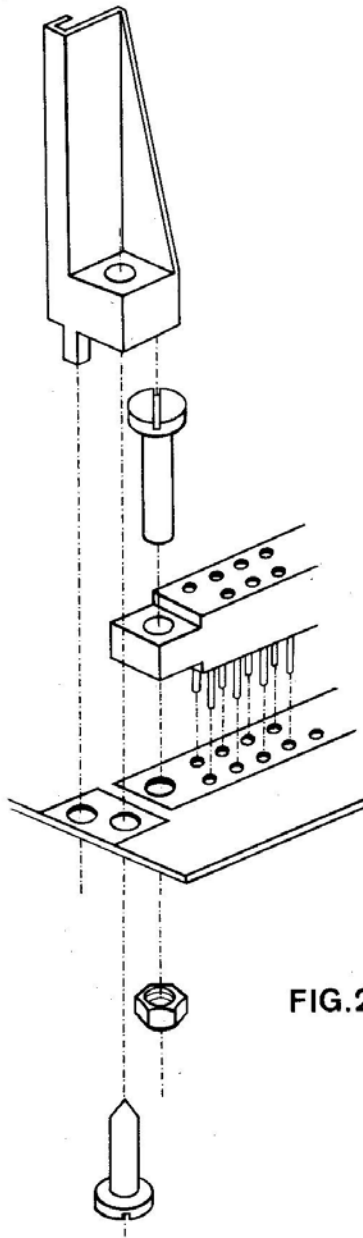

FIG.2
- montiere der weiblichen verbinder auf dem Mutterbrett. Stecke die Bolzen durch den Verbinder, und festige das Ganze auf dem Mutterbrett mit zwei Muttern (siehe Fig. 2) Löten Sie dann die Kontakte.
- montiere die zwei Printleiter sowie auf Fig. 2. Festige sie mit zwei selbstzapfenden (Parker) Schrauben.